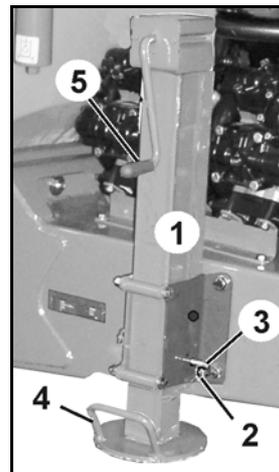

Fig. 52
- Pata de apoyo levantada durante el funcionamiento o el transporte (Fig. 52).
1. Soltar el pasador clavija (Fig. 52/2).
2. Extraer el perno (Fig. 52/3).
3. Levantar/bajar la pata de apoyo mediante la empuñadura (Fig. 52/4).
5. Seguir bajando/subiendo la pata de apoyo con la manivela (Fig. 52/5).